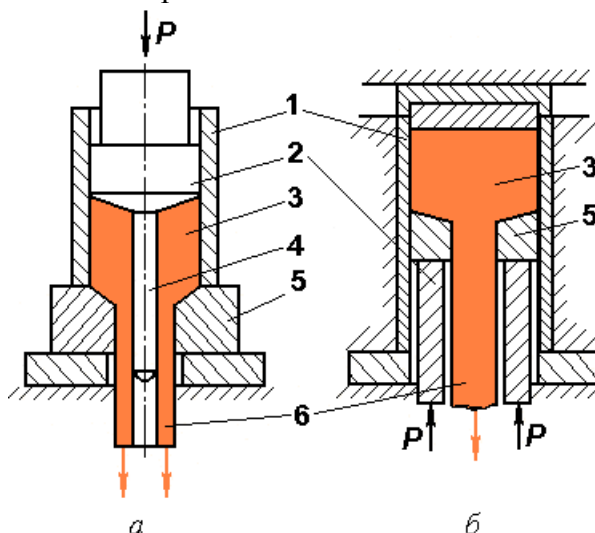

Рис. 3.4. Прессование прямое (а) и обратное (б): 1 – контейнер; 2 – пуансон; 3 – заготовка; 4 – игла; 5 – матрица; 6 – профиль
*При прямом прессовании* (рис. 3.4,а) металл выдавливается в направлении движения пуансона. *При обратном прессовании* (рис. 3.4,б) металл движется из контейнера навстречу движению пуансона.